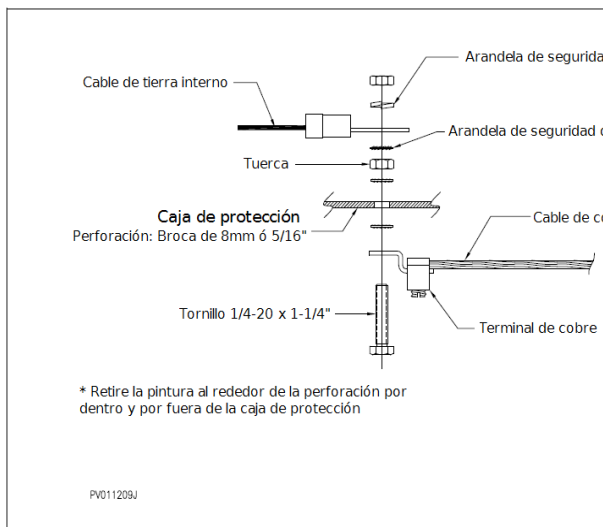

Figura 40: Fijación de los cables de aterrizamiento a la caja de protección.
4. Corte el cable de cobre y fíjelo a la parte exterior de la caja de protección, como se muestra en la Figura 40: "Fijación de los cables de aterrizamiento a la caja de protección".